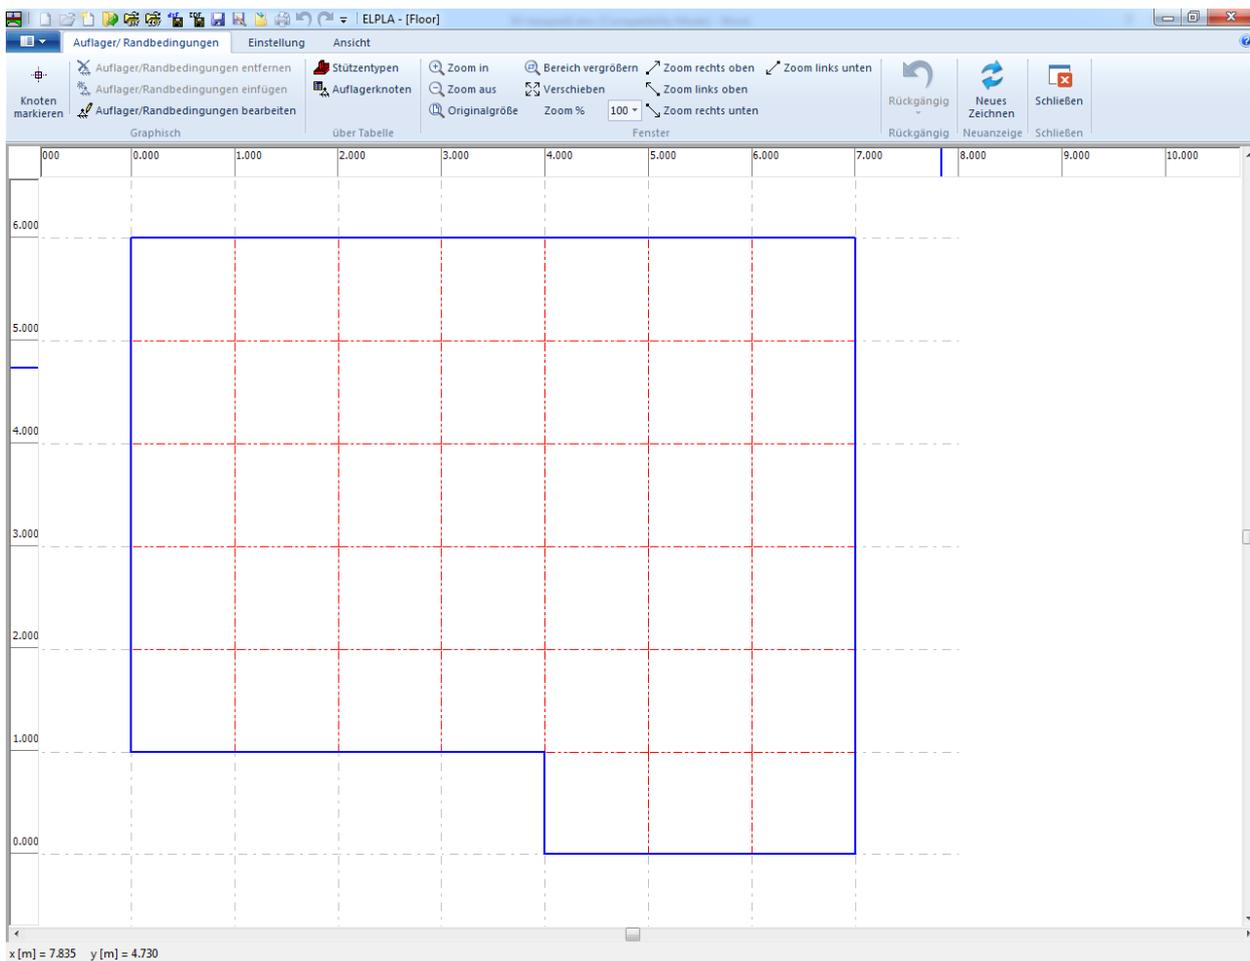
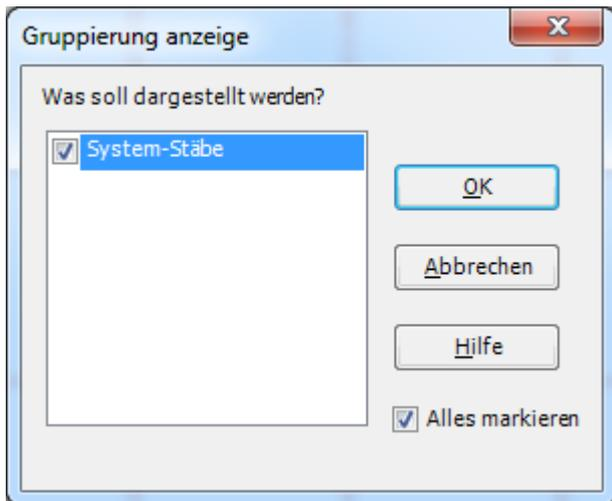

Bild 2.20 "Auflager/ Randbedingungen" Fenster
Bild 2.21 Kontrollfeld "Gruppierung anzeigen"
- Wählen Sie den Befehl "Daten der Auflager/ Randbedingungen" aus der Registerkarte "Daten". Das folgende Fenster im Bild 2.20 erscheint
- Wählen Sie "Gruppierung anzeigen" aus dem Menü "Optionen" im Bild 2.20. Das folgende Kontrollfeld im Bild 2.21 erscheint